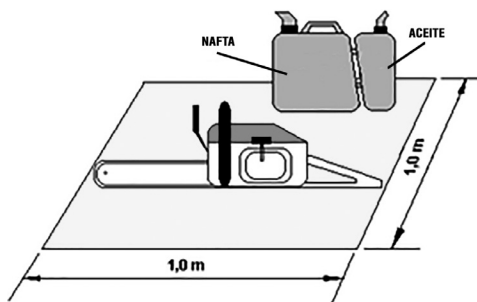

Fig. 3 – Uso de lona durante el abastecimiento
- Utilice una lona durante el abastecimiento y limpieza del equipo en campo (Fig.3).